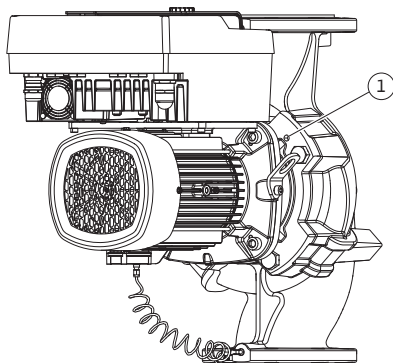

Fig. 12: Siseosakomplekti vajutamine üle keermeavade
5. Suruge siseosa komplekt (vt Fig. 4) pumbakorpuselt maha. Olenevalt pumbatüübist (vt Fig. I ... IV) on olemas kaks eri otsakut. Vabastage pumbatüübil (Fig. III ja Fig. IV) poldid (pos. 29). Kasutage kahte kõrvalolevat keermeava (Fig. 12, pos. 1) ja sobivaid kohapeal olemasolevaid polte (nt M10 x 25 mm). Kasutage pumbatüübil (Fig. I ja Fig. II) kahte keermeava M10 (Fig. 109). Kasutage selleks sobivaid ja kohapeal olemasolevaid polte (nt M10 x 20 mm). Mahasurumiseks saab kasutada ka pilu (Fig. 109, pos. 2).